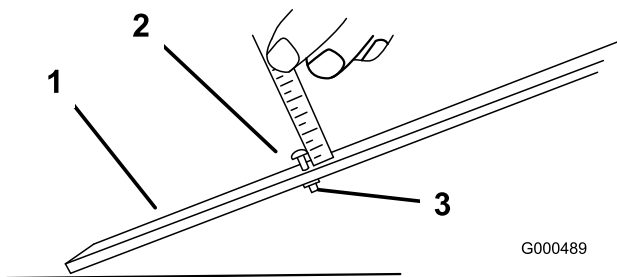

図 9
2. ゲージバーのナットをゆるめ、調整ネジを希望の刈り高に合わせる 図9 ボルトの頭の下からバーの表面までの距離が刈り高となる。